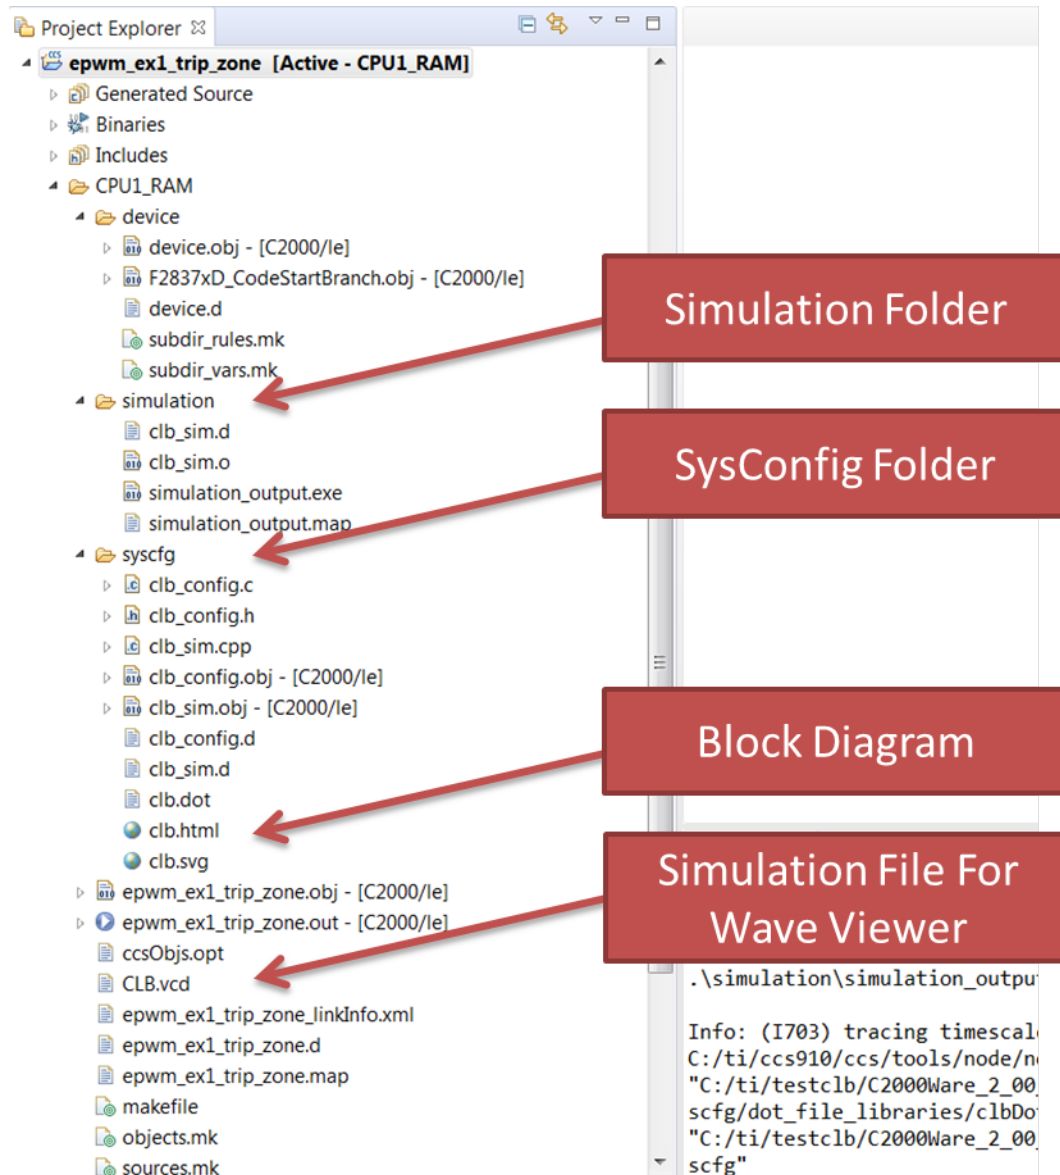

图 35. 具有 CLB 工具支持的 *epwm\_ex1\_trip\_zone*
9. 在构建该项目之后，CLB 工具生成的内容将出现在“Build Directory”中。图 35 显示了在 *epwm\_ex1\_trip\_zone* driverlib 示例中添加 CLB 支持后的相关示例。